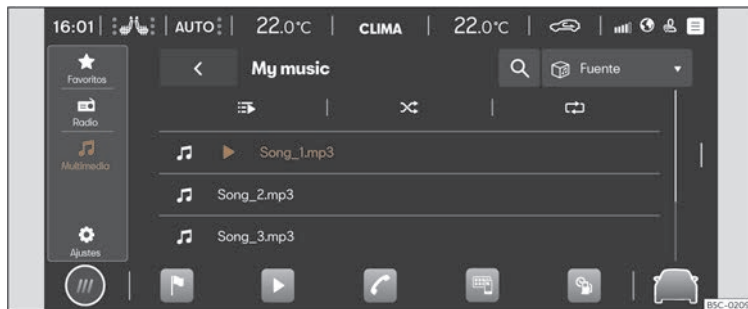

Fig. 167 Representación esquemática: Vista Multimedia.
- Prema HOME > ► > 🎵 >>> **fig. 167**.